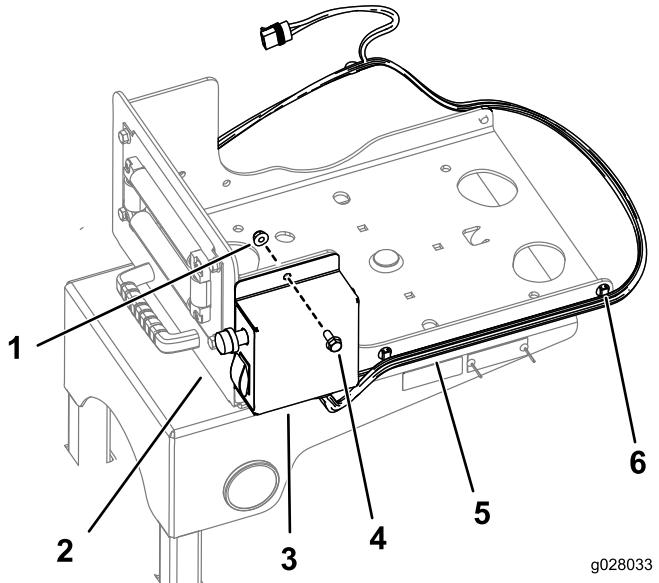

图10
3. 使用 2 个螺栓 (5/16~18 x 1/4 英寸, GR5) 和 2 个凸缘螺母 (5/16~18 英寸) 将开关盒安装到转盘上, 如图10 中所示。
4. 使用已有夹具将线束固定到转盘的两侧 (图10)。